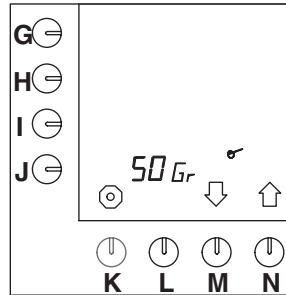

Fig. 48 Koffiecalculator instellen
- Druk op selectietoets (N.)[↑] tot fig. 48 in het display verschijnt.